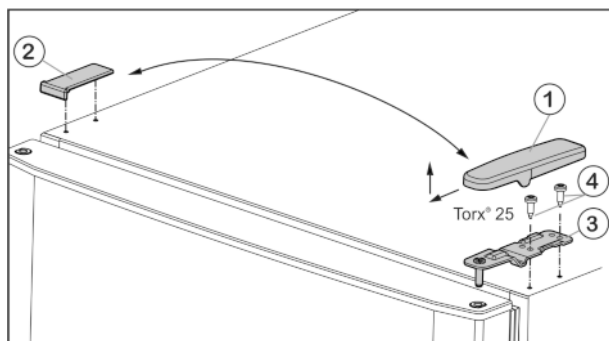
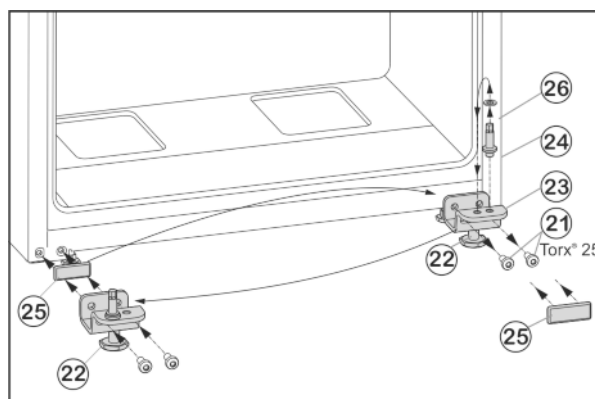

Fig. 4
Fig. 6
- ▶ Abdeckung Fig. 4 (1) nach vorne und oben abziehen.
- ▶ Abdeckung Fig. 4 (2) abheben.
- ▶ Oberen Lagerbock Fig. 4 (3) abschrauben (2 mal Torx® 25) Fig. 4 (4) und nach oben abziehen.
- ▶ Befestigungsschrauben Fig. 6 (21) abschrauben.
- ▶ Lagerbock unten Fig. 6 (23) komplett mit Lagerbolzen Fig. 6 (24), Scheibe Fig. 6 (26) und Stellfuß Fig. 6 (22), abnehmen.
- ▶ Lagerbolzen Fig. 6 (24) komplett mit Scheibe Fig. 6 (26) abschrauben, in das gegenüberliegende Aufnahmeloch des Lagerbocks umsetzen und wieder festschrauben.
- ▶ Abdeckplatte Fig. 6 (25) vorsichtig abnehmen und auf die Gegenseite umsetzen.
- ▶ Lagerbock unten Fig. 6 (23) komplett mit Lagerbolzen Fig. 6 (24), Scheibe Fig. 6 (26) und Stellfuß Fig. 6 (22) auf der neuen Scharnierseite ggf. mit Hilfe eines Akkuschaubers **fest (mit 4 Nm)** wieder anschrauben.
- ▶ Untere Tür von oben auf Lagerbolzen Fig. 6 (24) aufsetzen.
- ▶ Lagerbock Mitte (13) um 180° gedreht in die untere Tür einsetzen und mit Befestigungsschrauben (11) (2 mal Torx® 25) auf die neue Scharnierseite **fest (mit 4 Nm)** anschrauben.
- ▶ Kunststoffscheibe (10) wieder aufsetzen.
- ▶ Obere Tür auf den Lagerbock Mitte (13) setzen.
- ▶ Oberen Lagerbock Fig. 4 (3) auf der neuen Scharnierseite in die Tür einsetzen.
- ▶ Oberen Lagerbock **fest (mit 4 Nm)** anschrauben (2 mal Torx® 25) Fig. 4 (4). Eventuell einen Akkuschauber verwenden.
- ▶ Abdeckung Fig. 4 (1) auf der Gegenseite von außen aufsetzen und einrasten.
- ▶ Abdeckung *Fig. 4 (2)* jeweils auf der Gegenseite von oben aufsetzen und einrasten.
- ▶ Stellfuß *Fig. 6 (22)* am Lagerbock unten *Fig. 6 (23)* herausdrehen, bis er auf dem Boden aufliegt.